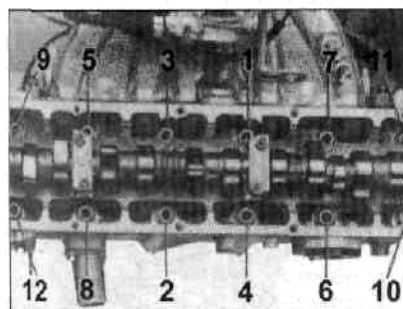

Рис. 1.32 Последовательность зажимания болтов крепления головки блока цилиндров (Глава 44)
3 Открутите болты крепления головки блока цилиндров по одному обороту в порядке, обратном показанному на рис. 1.32.
- 3 Зажмите болты в последовательности, показанной на рис. 1.32 в четыре стадии, усилием затяжки, регламентированным Спецификацией.